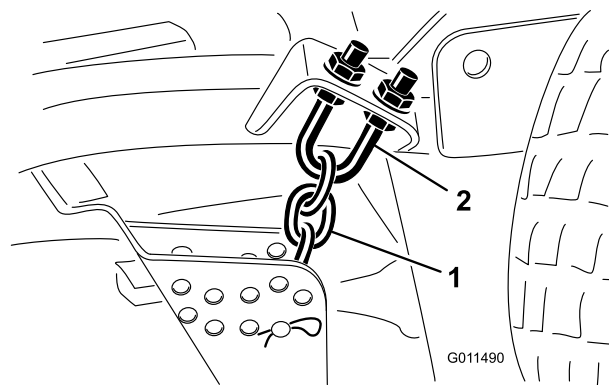

Figura 80
1. Desaperte as porcas de bloqueio na zona superior ou inferior da cavilha em U da correia da altura de corte (Figura 80).